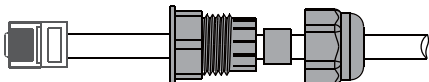

Figura 4.6-4 Cierre remoto de la conexión del cable
Paso 3-2 Para apagado remoto. Pase el cable a través de la placa de acero, luego cablee desde los pines 5 y 6. La Tabla 4.6-1 describe la definición del puerto de 6 pines, el cableado se muestra en la Figura 4.6-4.